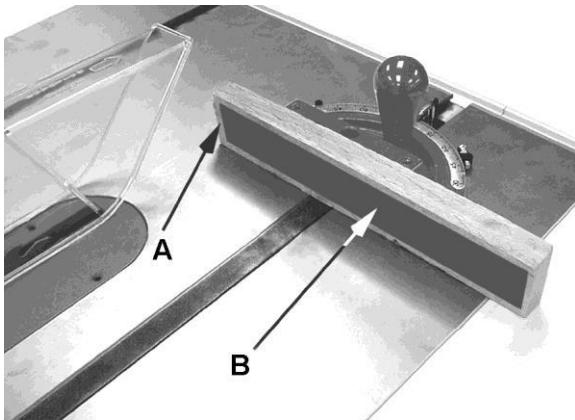

Рис. 9-10
деревянную накладку (A, рис. 9-10) с приклеенной полоской наждачной бумаги (B). Обеспечьте дополнительную опору для всех заготовок, выступающих за пределы стола и склонных к провисанию и отрыву от стола. Пильный диск должен выступать примерно на 3 мм над верхней частью заготовки. Выступ пильного диска выше этой точки может быть опасным.